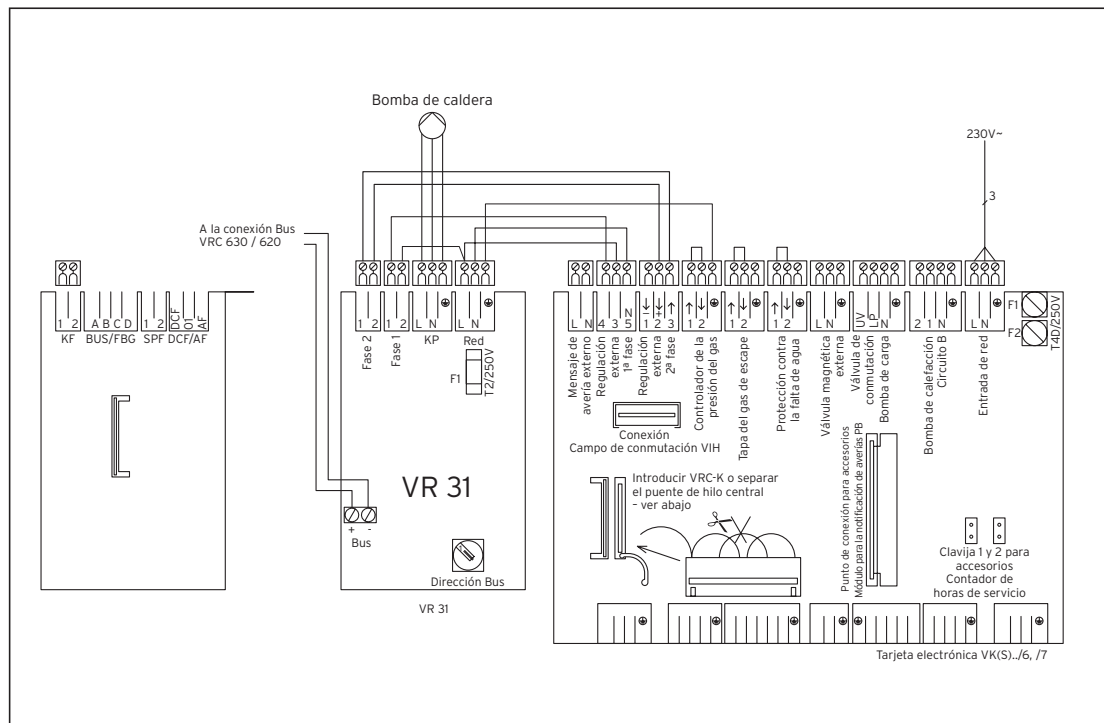

Fig. 4.2 Esquema de conexión
- Conectar el acoplador Bus al aparato conforme al esquema de conexión (Fig. 4.2).